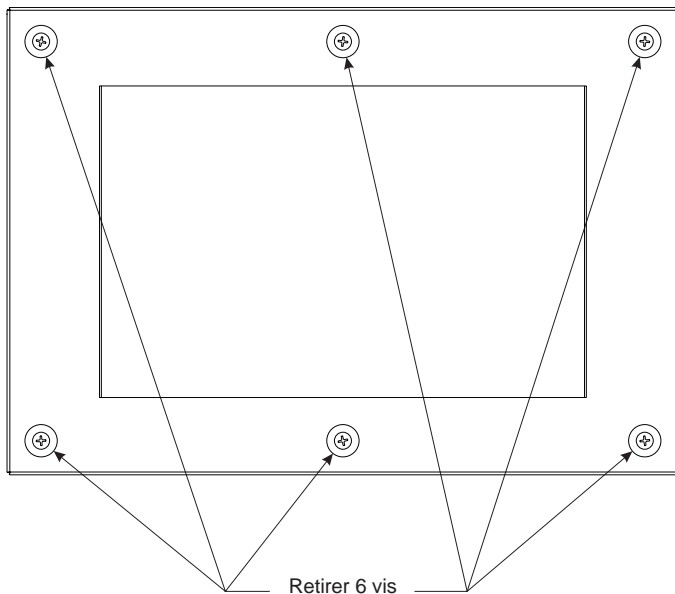

Figure 22
3. Retirer les 6 vis n° 10-24 X 3/8 po indiquées aux **Figures 22 et 23** puis enlever l'habillage frontal. Mettre l'habillage frontal et le joint en mousse de côté.